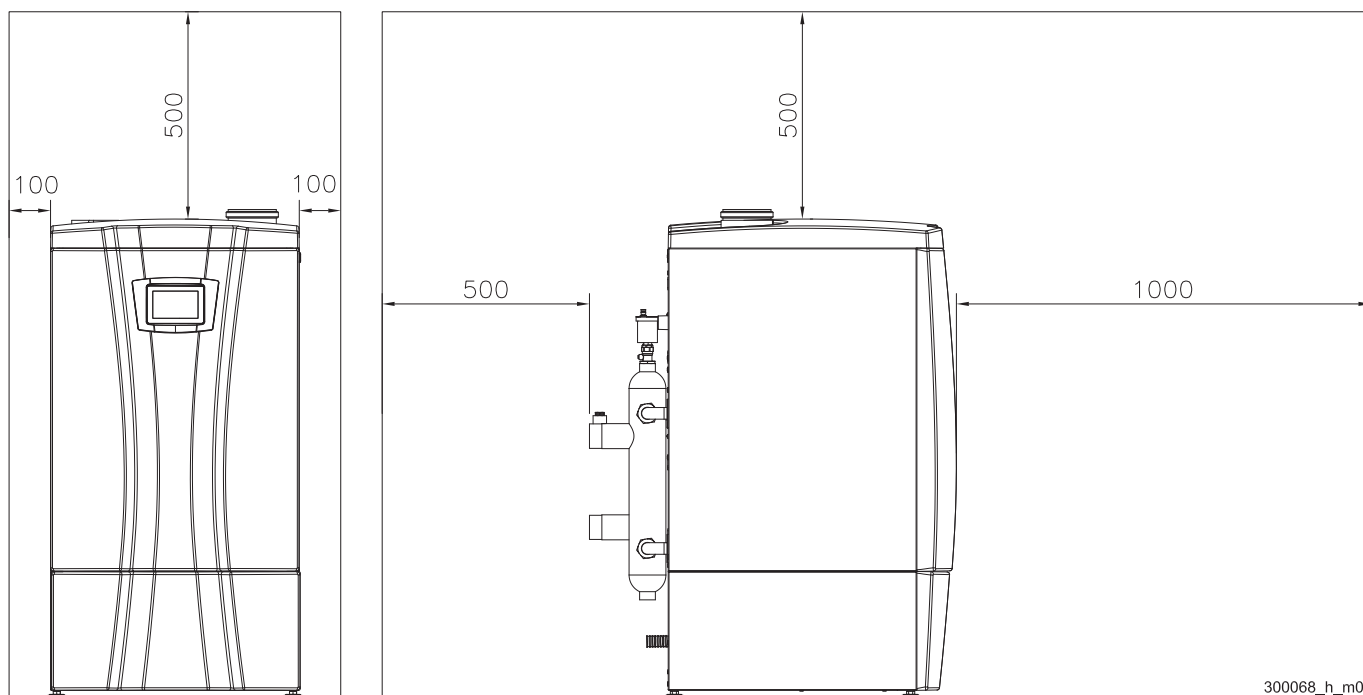
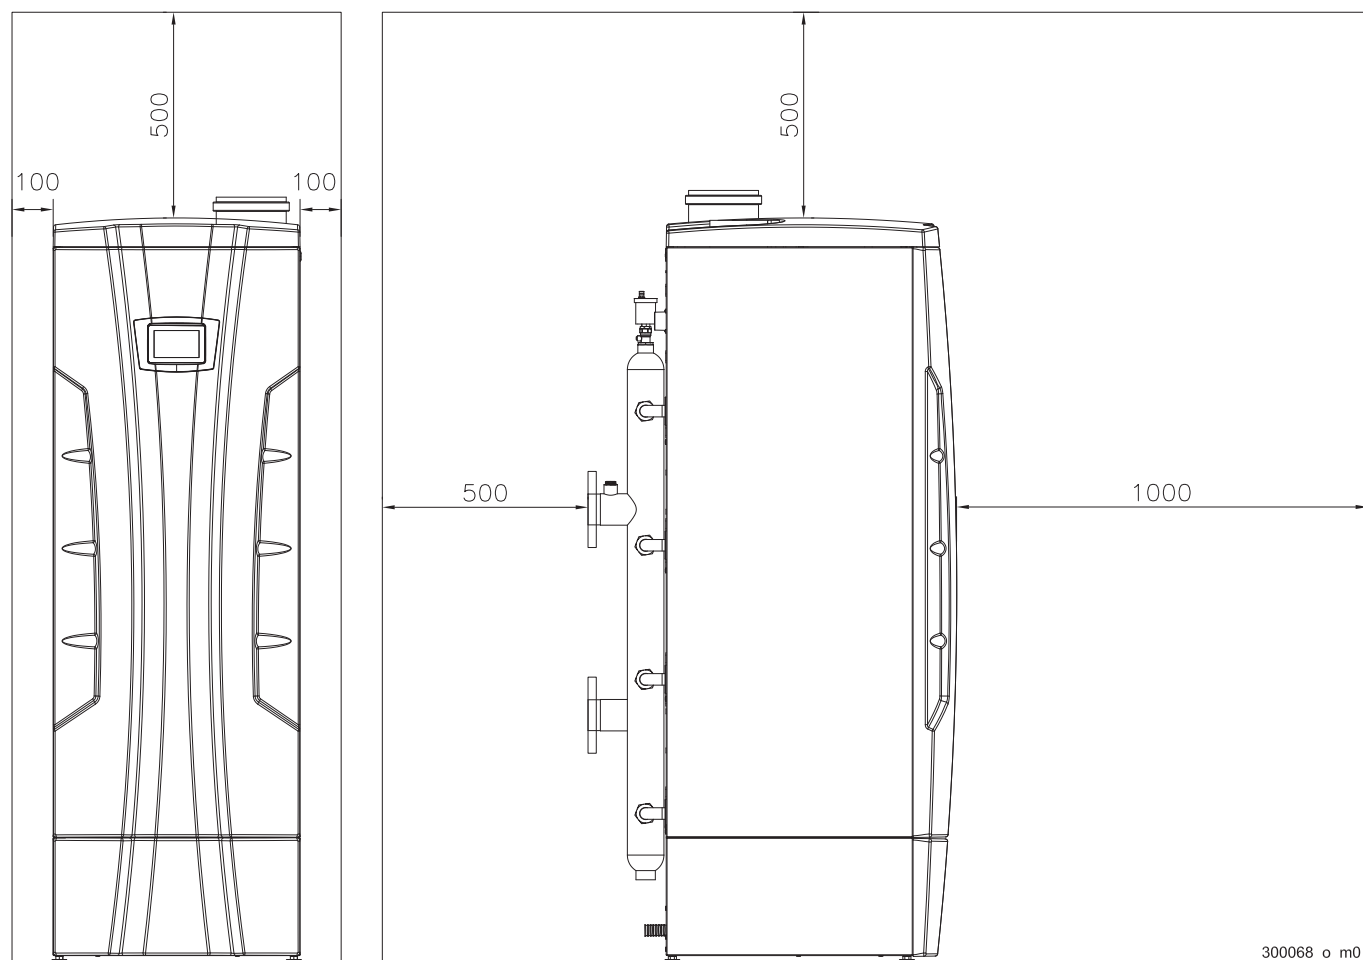

Figura 5-3 - Distanze minime di rispetto modelli 60-70-100-115-140
Figura 5-4 - Distanze minime di rispetto modelli 180-210-280
**ATTENZIONE!!!** Sia per l'installazione che per la manutenzione, è necessario lasciare degli spazi liberi attorno all'apparecchio. Vedi Figura 5-3 e Figura 5-4.